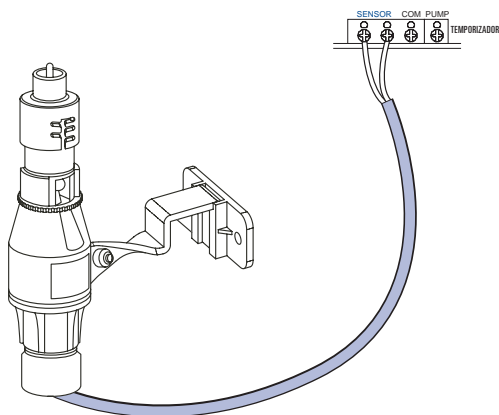

Figura A1: Conexión de un sensor de lluvia
- Conecte los cables del sensor de lluvia a los puertos de las terminales para cableado (de color beige) denominados “Sensor”. [Ver Figura A1]